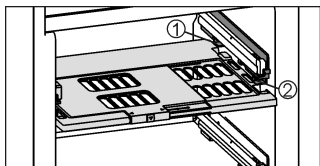

Fig. 6
- ▶ Vochtreguleringsplaat terugplaatsen: dekselranden van de plaat van onder in de achterste houder Fig. 6 (1) plaatsen en aan de voorkant in de houder Fig. 6 (2) vastklikken.